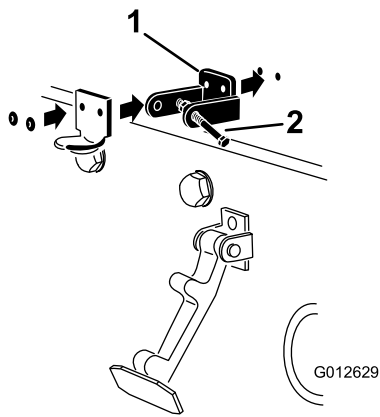

図 18
3. CEロックブラケットとフードラッチブラケットの穴を整列させてフードにセットする。ロックブラケットをフード側にフードに当てて取り付けます 図 18。ロックブラケットアームについているボルトナットアセンブリは外さないでください。
5. ブラケットとワッシャをフードにリベットで固定する 図 18。